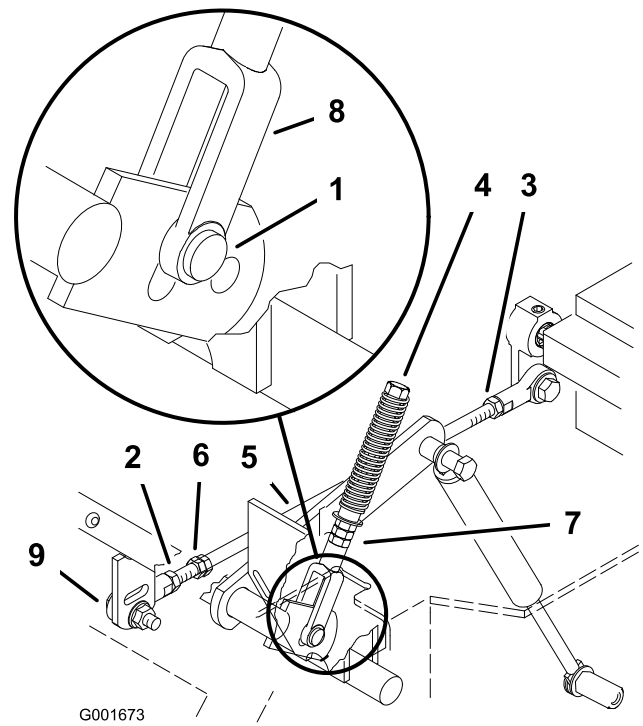

Figura 56
6. Tire hacia atrás de la palanca hasta que el pasador (en el brazo debajo del eje pivotante) entre en contacto con el extremo de la ranura (empezando justo a tensar el muelle) (Figura 56).
8. Si es necesario un ajuste, afloje la tuerca y la contratuerca contra la horquilla (Figura 56).
10. Apriete la tuerca y la contratuerca (Figura 56).